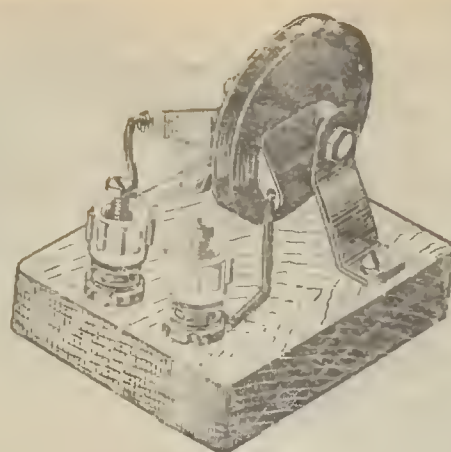

Рис. 14.
14. Селеновый столбик из двух шайб диаметром 45 мм (рис. 14). Условное обозначение —  $B$ .